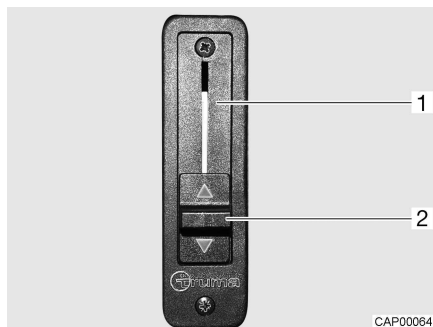

Fig. 4 Regolatore a scorrimento per l'impostazione riscaldamento
- Spingere completamente verso l'alto il regolatore a scorrimento (Fig. 4,1). L'impostazione riscaldamento (Fig. 4,1) è aperta. Il riscaldamento dell'abitacolo riscalda anche il parabrezza.
- Spingere completamente verso il basso il regolatore a scorrimento (Fig. 4,2). L'impostazione riscaldamento è chiusa. Il riscaldamento dell'abitacolo e quello del veicolo di base sono separati l'uno dall'altro.